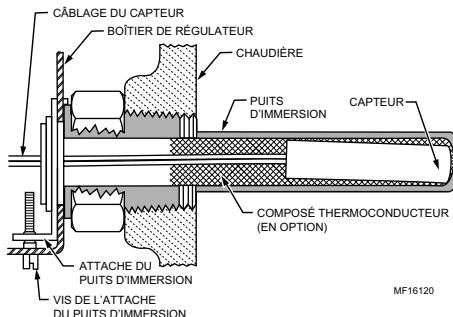

Fig. 2. Position du capteur dans le puits d'immersion.
*Si le capteur n'épouse pas parfaitement la forme du puits, utiliser le composé thermoconducteur (fourni avec les modèles TRADELINE®) en procédant comme suit : plier le sac de plastique contenant le composé thermoconducteur sur le sens de la longueur et l'enrouler doucement. Couper ensuite l'extrémité du sac et la placer tout au fond du puits. Tirer doucement sur le sac pour le retirer du puits tout en le comprimant fermement de manière à distribuer uniformément le composé dans le puits. Plier le fil, au besoin, pour que le capteur reste au fond du puits et que la paroi externe du capteur reste en contact avec la paroi interne du puits. Consulter la Fig. 2. Essuyer l'excès de composé de l'extrémité extérieure du puits.*
3. Mettre le capteur à l'intérieur du puits comme l'indique la Fig. 2 ou 3. (Consulter la section traitant de l'installation du capteur de rechange.)